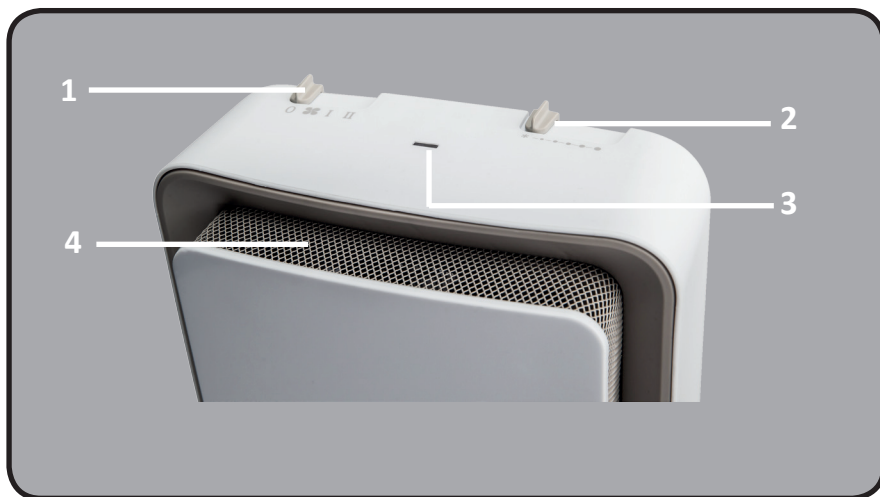

Fig. 2: Privire de ansamblu a aparatului
3. Porniți aparatul, în timp ce aduceți comutatorul de reglare treptată a încălzirii în poziția dorită (vezi fig. 2 nr. 1). Lampa de control se aprinde. În acest caz este valabil:
1. Porniți aparatul prin setarea puterii dorite de încălzire cu ajutorul comutatorului de reglare treptată a încălzirii (vezi fig. 2 nr. 1).
2. Rotiți regulatorul de temperatură (vezi fig. 2 nr. 2) până la limită.
1. Comutați aparatul în poziția de ventilare (consultați fig. 2, nr. 1) și lăsați-l să mai funcționeze timp de cca. 1 min după deconectare.
2. Rotiți apoi comutatorul de reglare treptată a temperaturii (vezi fig. 2, nr. 1) în poziția „0”.